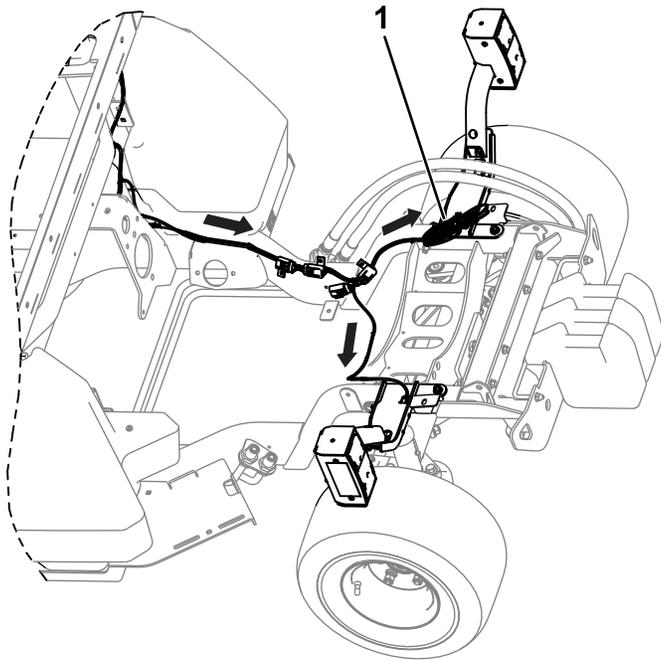

Figure 30
10. Enroulez le câble du connecteur restant et fixez-le avec un attache-câble (Figure 30).